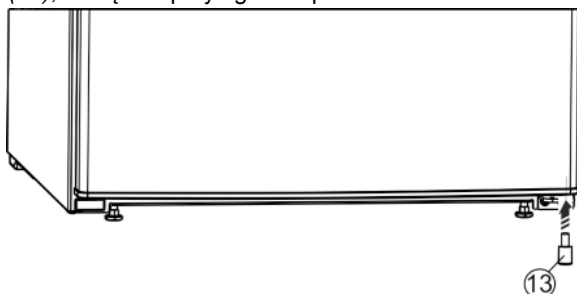

Fig. 10
- ▶ Element dystansowy Fig. 10 (13) włożyć ponownie do drzwi na dole po prawej stronie, ponieważ jest on istotny dla zachowania stabilności urządzenia.